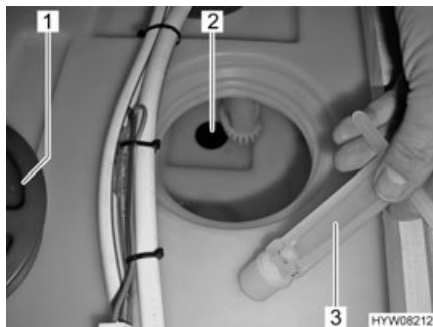

Fig. 109 Tappo di chiusura (serbatoio dell'acqua)
- Svitare il coperchio (Fig. 109,1) del serbatoio dell'acqua.
- Inserire il tappo di chiusura (Fig. 109,3) nell'apertura di scarico (Fig. 109,2).